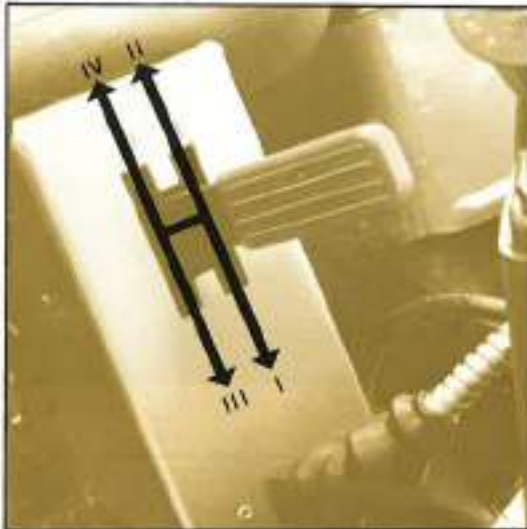

Fig. 11
2. Sujetar la palanca de cambio de velocidad des en la posición correspondiente a la velocidad deseada, según el esquema de las figs. 11 ó 12.
- 2 Choose the desired gear, according to the plan in fig. 11 or 12.
- 2 Mettre le levier de vitesse, dans la position adéquate correspondant à la vitesse voulue, suivant le schéma de la fig. 11 ou 12.